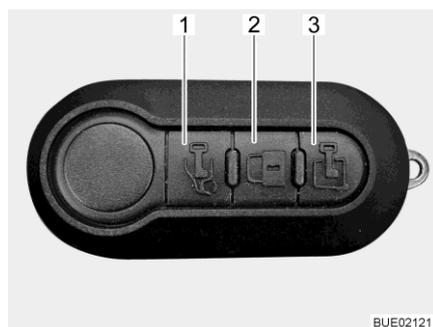

Fig. 34 Telecomando multifunzione (3 tasti)
- Sbloccaggio della porta conducente:** ■ Premere una volta brevemente il tasto  (Fig. 34,1). La porta conducente è sbloccata.
- Sbloccaggio della porta di ingresso:** ■ Premere una volta brevemente il tasto  (Fig. 34,3). La porta di ingresso è sbloccata.
Bloccaggio di tutte le porte: ■ Premere una volta brevemente il tasto  (Fig. 34,2). Tutte le porte sono bloccate.